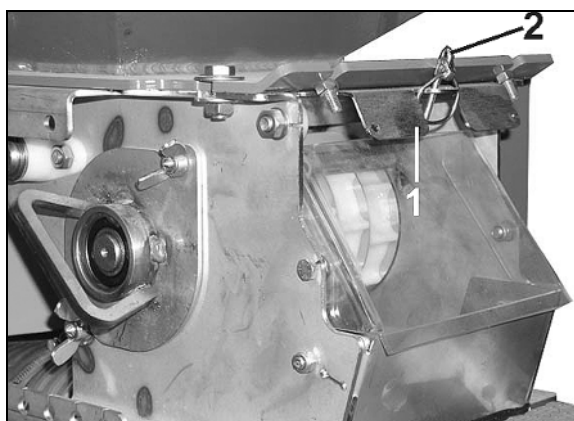

Рис. 34
1. Уберите пружинный фиксатор (Рис. 34/2) (требуется только для закрытия заполненного семенного бункера заслонкой (Рис. 34/1)).